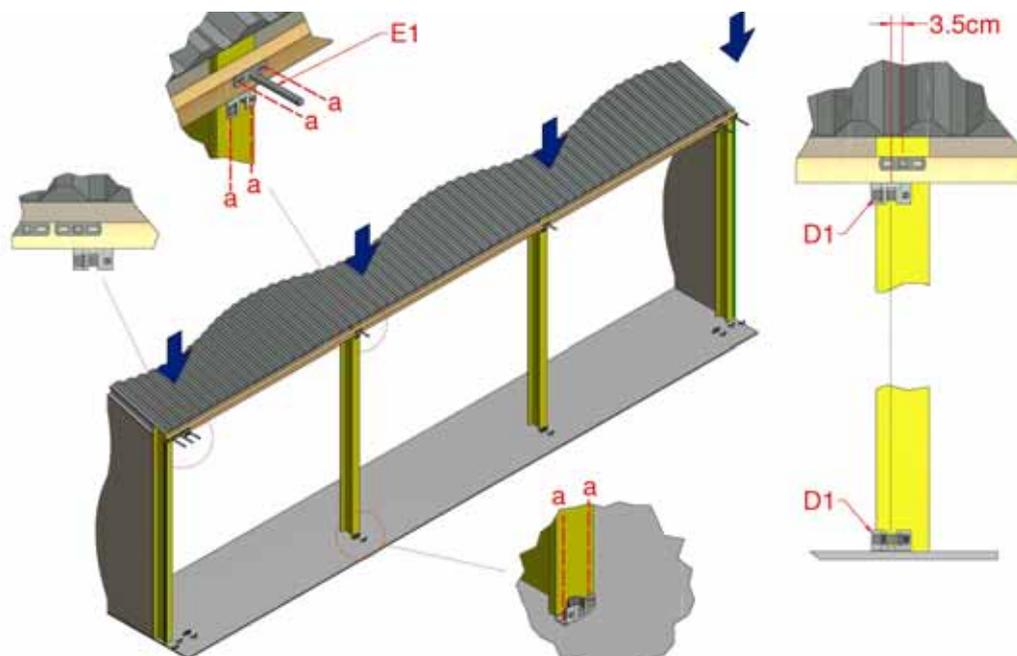

Abbildung 5a: Montage der Halterung für die mittleren Führungsrohre (stirn-/kopfseitige Ausführung)
- 2.3 Obere stirnseitige Halterungen (E1) an den Zwischenpfosten der Hallenfelder montieren, wie in Abbildung 5a gezeigt. Die Oberkante dieser Halterungen muss horizontal in einer Linie mit den stirnseitigen Endhalterungen am Ende der Anlage liegen.